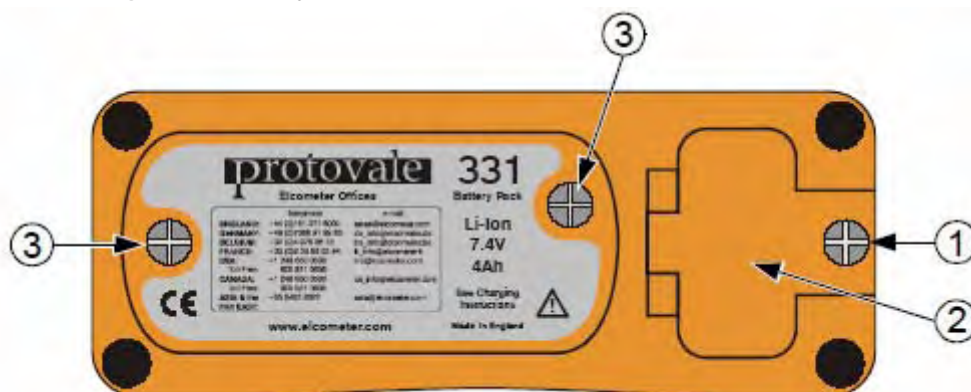

図2:鉄筋探査機の裏側パネル
1. 図2を参照して、鉄筋探査機の裏側の止めネジ①を外して、インターフェイス・アクセス・カバー②を開けます。
鉄筋探査機の外で充電するために電池パックを外す場合、鉄筋探査機の裏側の2本の電池パック止めネジ(図2 ③)を外し、バッテリーパックを手前に滑らすようにして取り外してください。取り外した電池に充電するには、充電器のリード線を電池パックのソケットに接続してください。(図3)